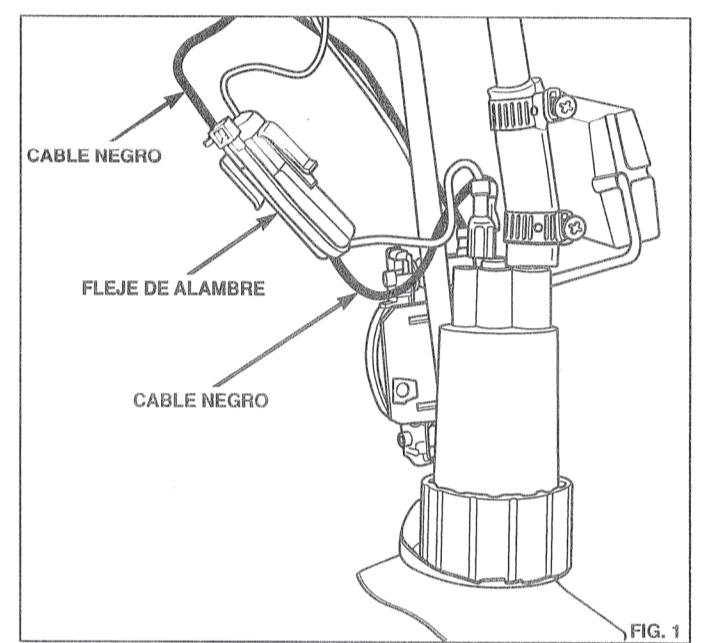

FIG. 1
- 5) Installer le nouveau faisceau de câblage sur la pompe et le brancher dans le fil du support de pompe. MISE EN GARDE – S'ASSURER QUE LES CABLES NOIRS SONT BRANCHÉS ENSEMBLE. VOIR LA FIGURE 1.
6) Fixer la nouvelle attache métallique autour du connecteur, comme il est illustré à la figure 1. Ceci empêchera prise de se débrancher.